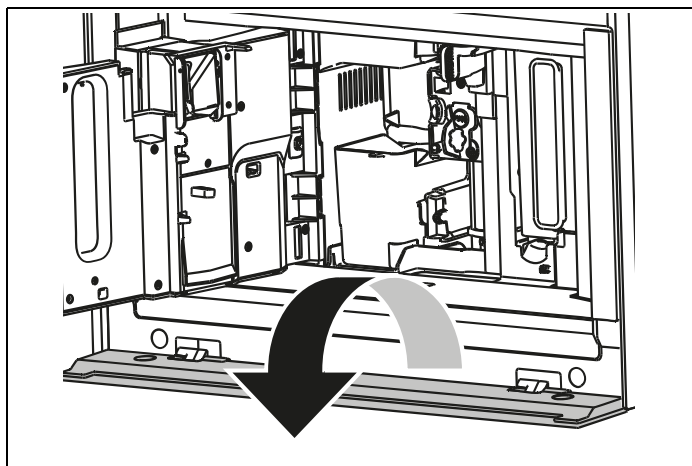
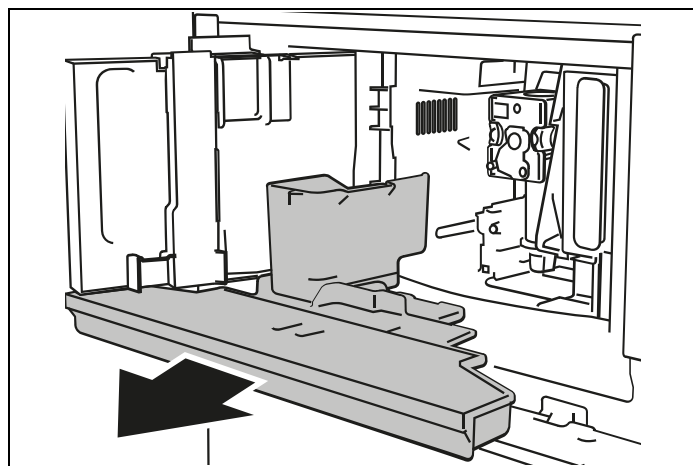

Fig. 42
Fig. 43
- 1) Öppna bottenluckan genom att vrida den nedåt (Fig. 42).
- 3) Avlägsna droppbrickan (A14) (Fig. 43), töm och rengör den.
- Öppna luckan (Fig. 42 ). Avlägsna droppbrickan och kaffesumpbehållaren (**A4**) (Fig. 43 ).
- 3) Avlägsna droppbrickan och kaffesumpbehållaren (**A4**) (Fig. 43 ).
- Töm sumpbehållare** (Fig. 43). Avlägsna, töm och sätt tillbaka droppbrickan **(A14)** och sumpbehållaren **(A4)**. Tryck på  NEXT.